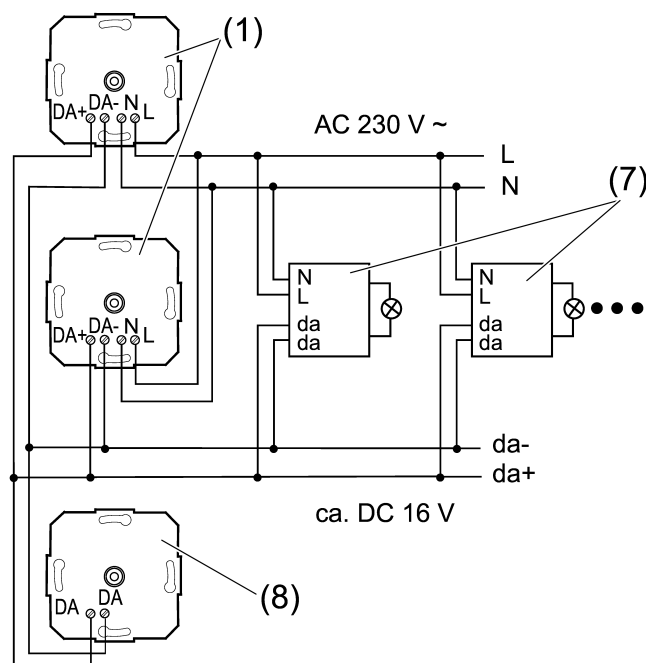
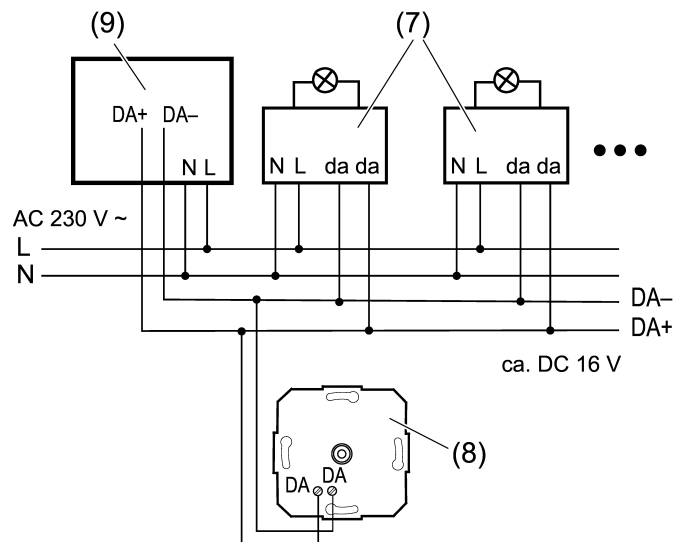

Bild 3: Anschlussbeispiel Broadcastbetrieb
Bild 4: Anschlussplan Betrieb als Input device
- DALI Drehdimmeinsatz Unterputz mit integriertem Netzteil, DALI Drehdimmeinsatz Unterputz und DALI EVG gemäß Anschlussbeispiele anschließen (siehe Bild 3) und (siehe Bild 4). Dabei die Angaben des EVG-Herstellers beachten.
- i** Eine Kombination von DALI Drehdimmeinsatz Unterputz mit integriertem Netzteil und einer externen Spannungsversorgung ist nicht zulässig. Wird eine externe Spannungsversorgung z. B. über eine zentrale Steuerung verwendet, darf die Spannungsversorgung am DALI Drehdimmeinsatz nicht angeschlossen werden (siehe Bild 4).